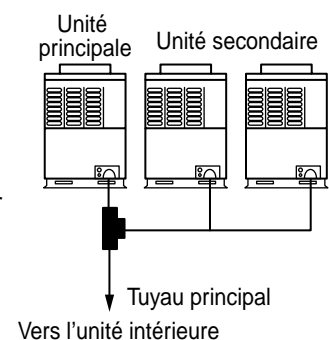

Figure 3
- 3) Veillez au sens du raccord d'embranchement en T. (Comme indiqué sur la Figure 3, ne fixez pas le raccord d'embranchement en T de sorte que le réfrigérant du tuyau principal s'écoule directement vers l'unité principale.)